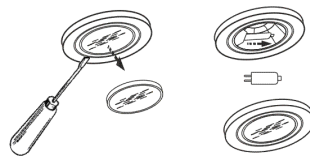

рис. 11
8.6 Замена галогенной лампы (рис. 11):